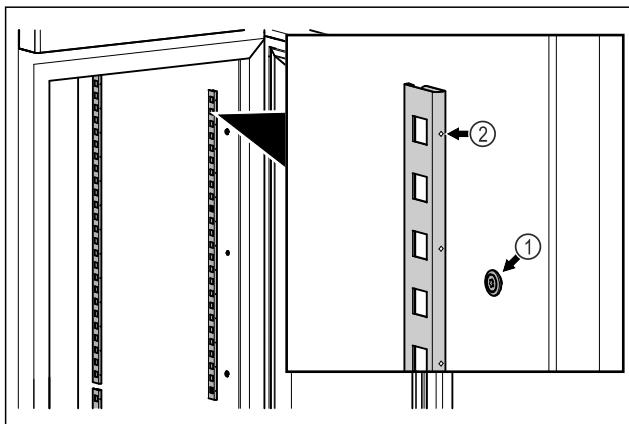

Fig. 48 Приближене відображення
- Зачепити фіксувальну планку за підвіску Fig. 48 (1). Маркування Fig. 48 (2) повинно бути спрямоване вперед.